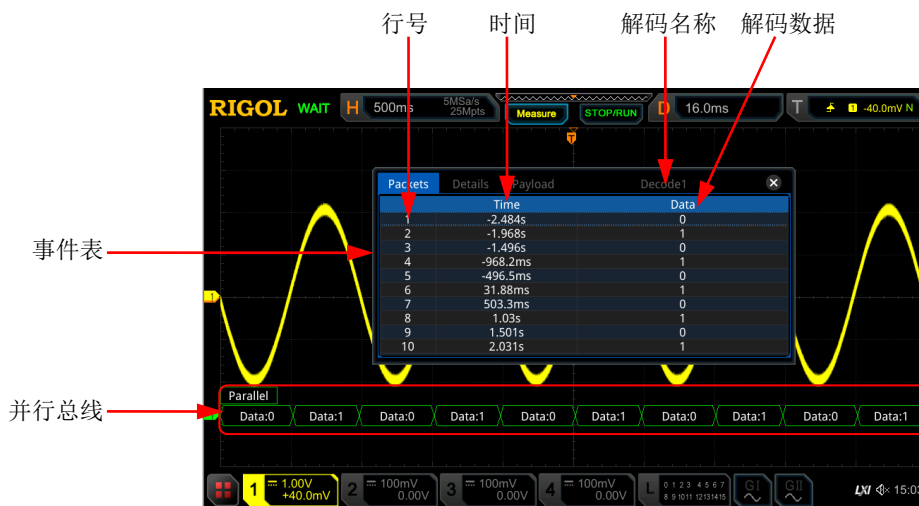

图 11-2 并行解码事件表
- 打开或关闭事件表：连续按 **事件表** 键，打开或关闭事件表显示。打开事件表，屏幕弹出如下图 11-2 所示的事件表。您也可以用触摸屏功能触摸事件表右上方的图标  关闭事件表功能。另外，当运行状态为“STOP”时，您还可以旋转多功能旋钮  选择指定行并查看相应的